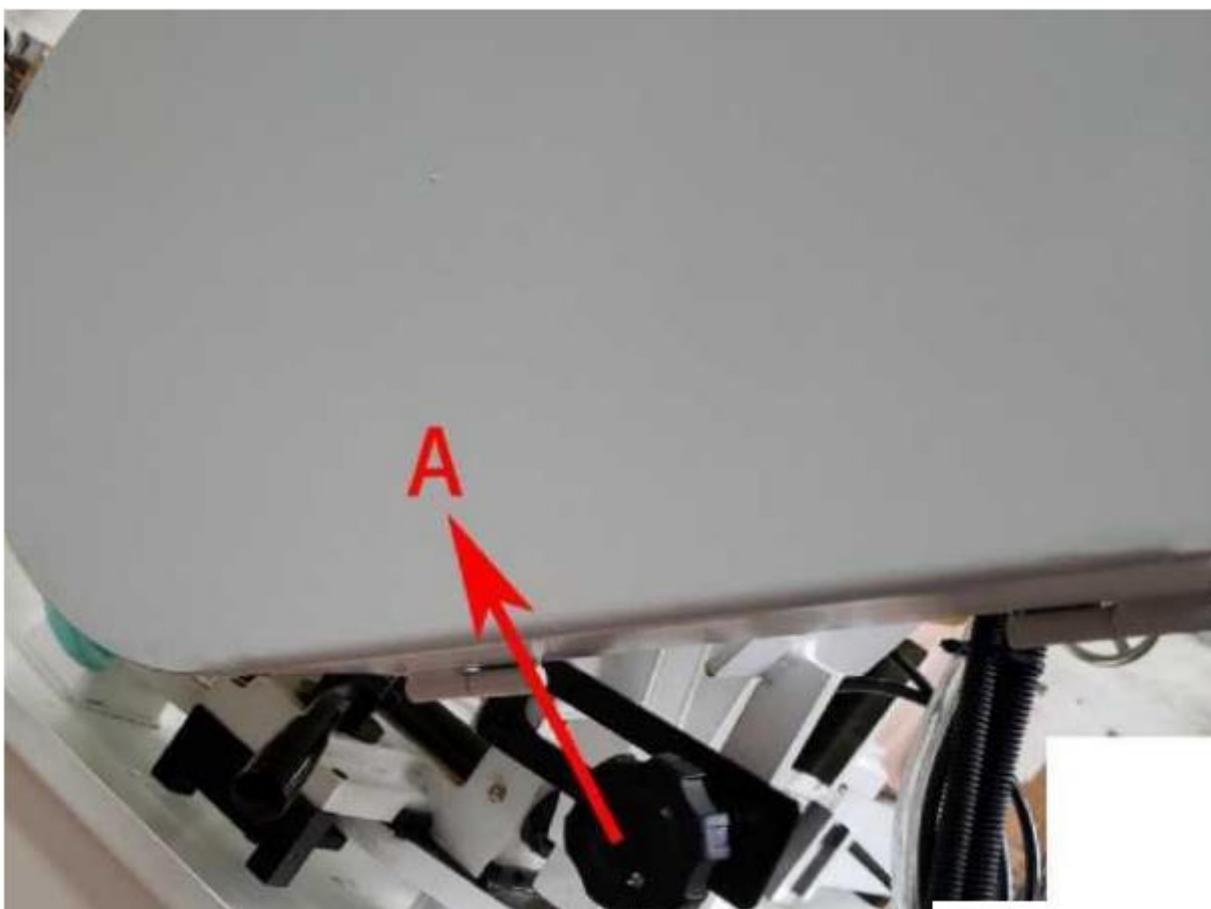

Рис. 11
3. Ослабьте натяжение приводного ремня, повернув маховик натяжения (А) (Рис. 11) против часовой стрелки. Это позволит поднять и выдвинуть вперед двигатель для обеспечения доступа к шкивам.